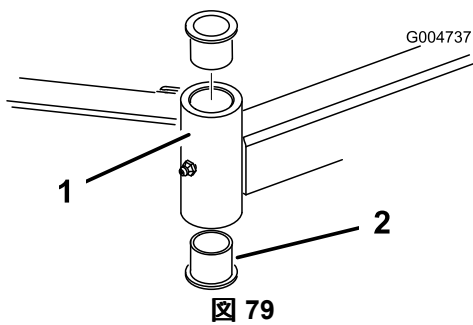

図 79
4. ピンポンチを使って、チューブの上または下からブッシュをたたき出す 図 79。